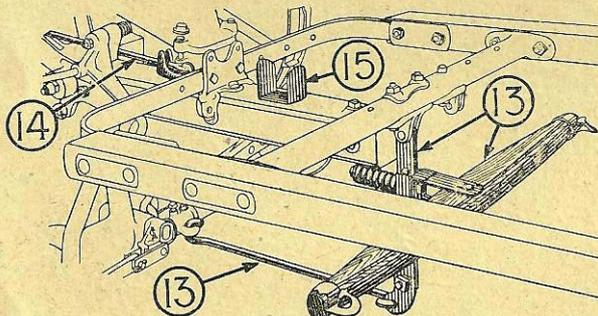

Figure 11
**Pour le transport** placez toujours la barre coupeuse en position verticale et fixez-la à l'aide de la tringle de relevage 14 (figure 11).